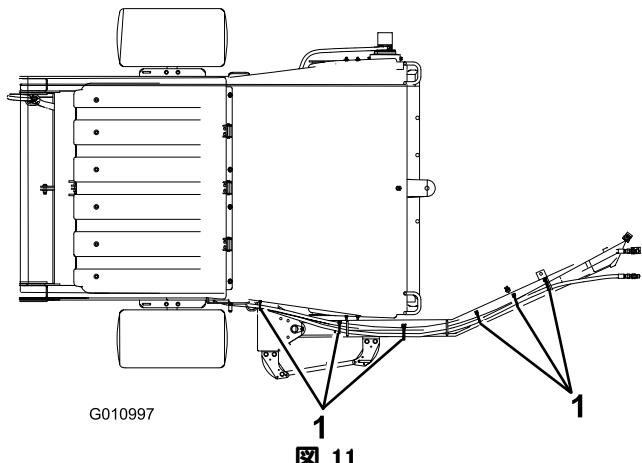
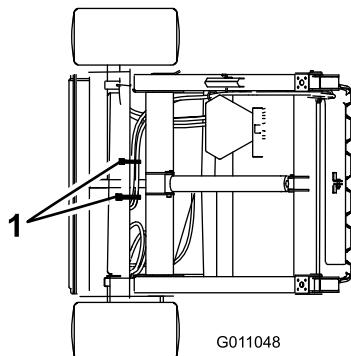

図 11
図 12
2. 油圧ホースとワイヤ・ハーネスを図 11 と図 12 に示すように固定する。